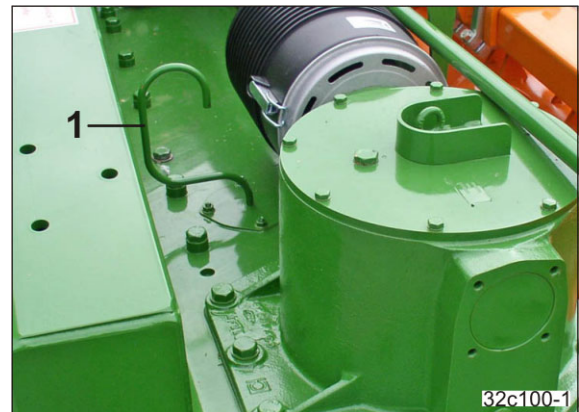

図 134
平歯車ハウジングには換気用パイプ ( 図 134/1 ) が備わっています。
2. 換気用パイプ ( 図 134/1 ) が付いたフタを開きます。